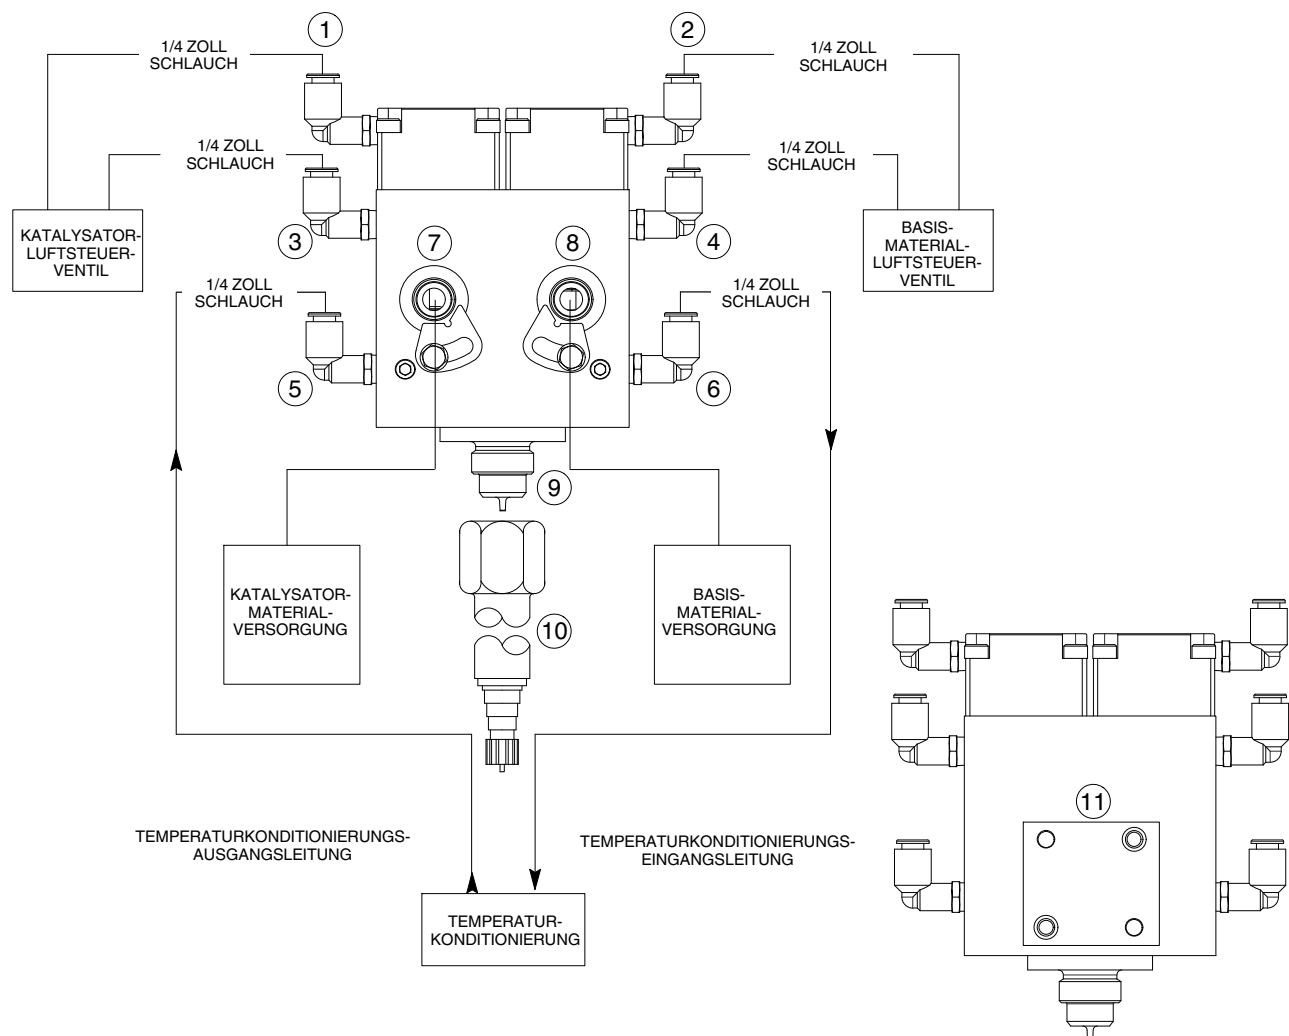

Abb. 5 Anschlüsse an Zweikomponenten-Auftragskopf als Einzelgerät
2. Siehe Abb. 5. Die Isolierplatte (11) zwischen dem Zweikomponenten-Auftragskopf und der Montagefläche installieren.
1. Siehe Abb. 5. Die 1/4-Zoll Druckluftleitungen vom Katalysatorluftregelventil an die Anschlüsse für luftöffnenden Einlass (1) und luftschließenden Einlass (2) anschließen.
2. Die 1/4-Zoll Druckluftleitungen vom Basismaterialluftregelventil an die Anschlüsse für luftöffnenden Einlass (2) und luftschließenden Einlass (4) anschließen.
1. Siehe Abb. 5. Eine 1/4 Zoll Wasserversorgungsleitung zwischen Temperaturkonditionierungseingang (5) und Temperaturkonditionierungsausgang an der Temperatursteuerung installieren.
2. Eine 1/4 Zoll Wasserleitung zwischen dem Temperaturkonditionierungsausgang (6) und dem Temperaturkonditionierungseingang installieren.
1. Siehe Abb. 5. Eine Zufuhrleitung zwischen dem Basismaterialeinlass (8) und der Basismaterialversorgung installieren.
2. Eine Zufuhrleitung zwischen dem Katalysatormaterialeinlass (7) und der Katalysatormaterialversorgung installieren.
1. Siehe Abb. 5. Düsengewinde (9) reinigen, um sicherzustellen, dass die Baugruppe Mischerabdeckung und Rohr (10) richtig auf der Düse sitzt. Düsengewinde (9) mit Rohvaseline einfetten.
2. Baugruppe Mischerabdeckung und Rohr (10) an der Düse (9) installieren. Die Mischerabdeckung festziehen. Anzugsmoment 14-16 N•m (10.5-12 ft-lb).